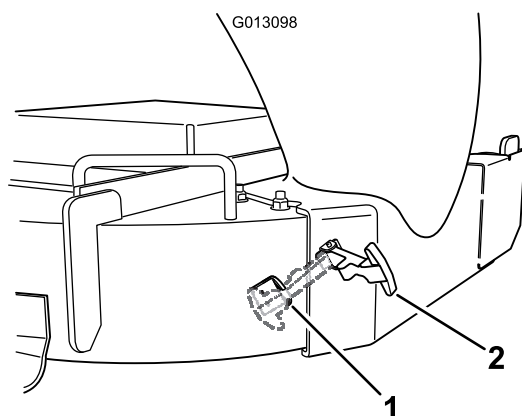

Figura 12
8. Enganche el cierre flexible del conducto en el soporte de retención soldado a la pared lateral de la carcasa de corte (Figura 12).